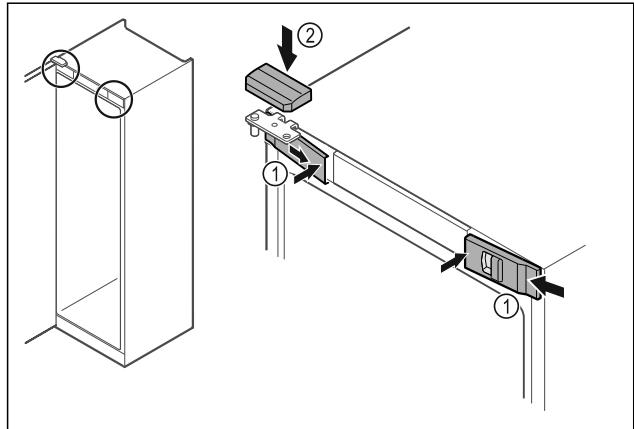

Fig. 50
- Зацепите сбоку и защелкните передние крышки *Fig. 50 (1)* с внутренней стороны.
- Защелкните верхнюю крышку *Fig. 50 (2)* сверху.